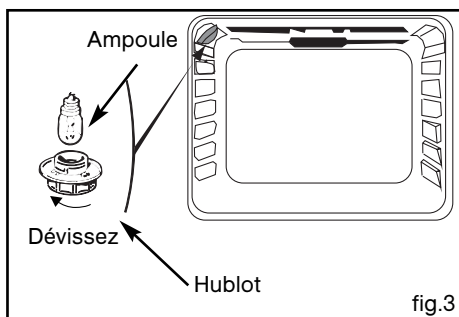

fig.3
A l'intérieur du four (fig.3)
- b) Dévissez le hublot (fig.3).